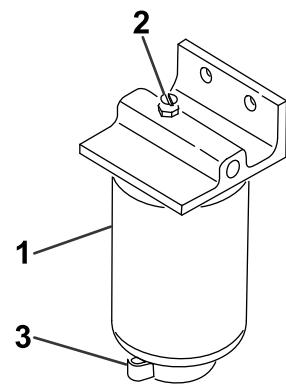

Figure 30
3. Dévissez le bouchon d'aération sur le filtre à carburant/séparateur d'eau (Figure 30).